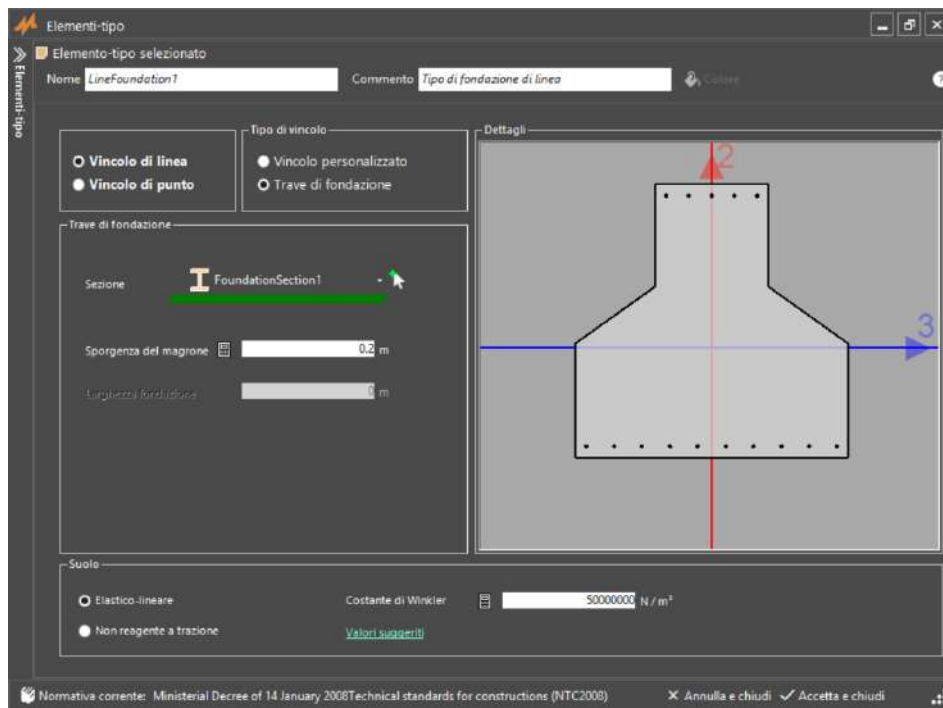

Figura 208. Definizione dell'elemento-tipo fondazione come vincolo di linea (trave fondazione)
- **Sezione:** selezionare dal menu a tendina il tipo di sezione geometrica a cui l’elemento tipo selezionato dovrà fare riferimento (cfr. Figura 208).